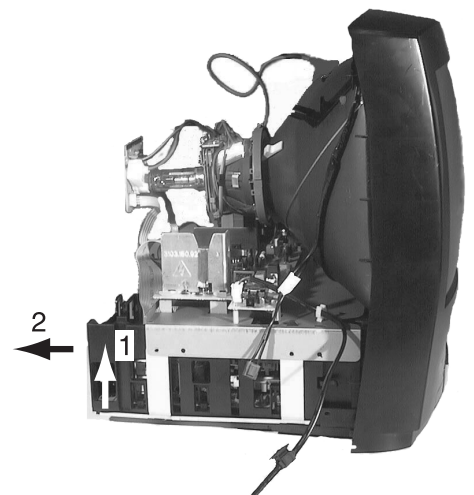

Figura 4-4
8. Levantar ligeramente la unidad de TV/VCR en su lado posterior y extraerla con cuidado del aparato (ver figura 4-4).